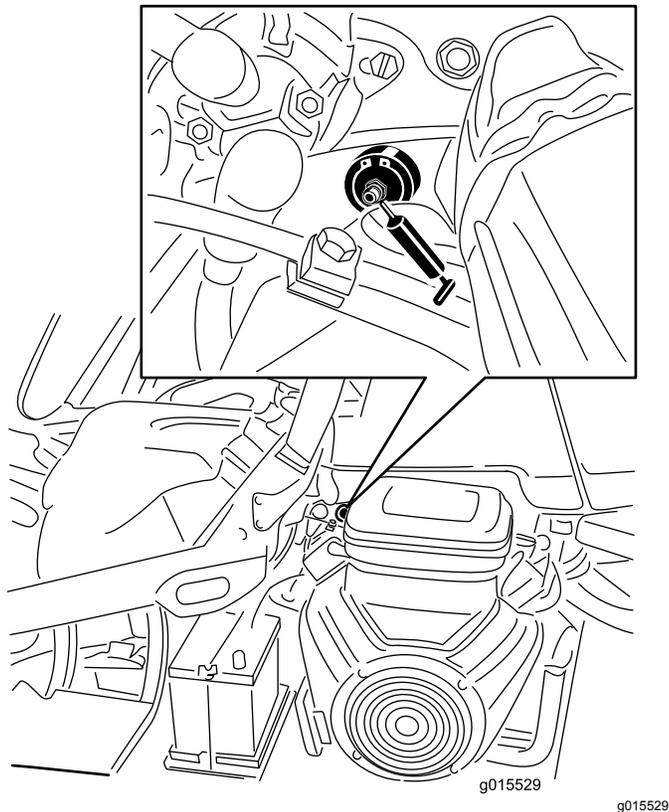

图26
1. 擦干净黄油嘴这样就不会有杂质进入轴承或轴套中图 26。